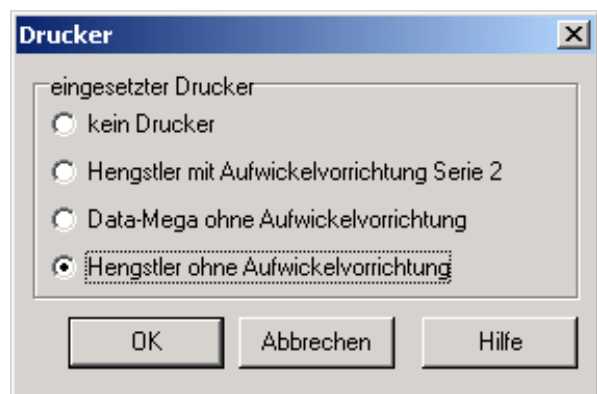

Abb. 118: Programmierung
4. Bedienteilfront einsetzen und mit Halteklammern am Rahmen befestigen, Drucker in Haltewinkel ① einsetzen und mit beiliegenden Schrauben ② montieren.
5. Drucker anschließen ④ (siehe nächste Seiten Abb. 118 + 120) (Flachkabel und +12 V DC Spannungsversorgung).
6. Spannbügel ③ des Einbaudruckers lösen und Papierrolle einlegen.